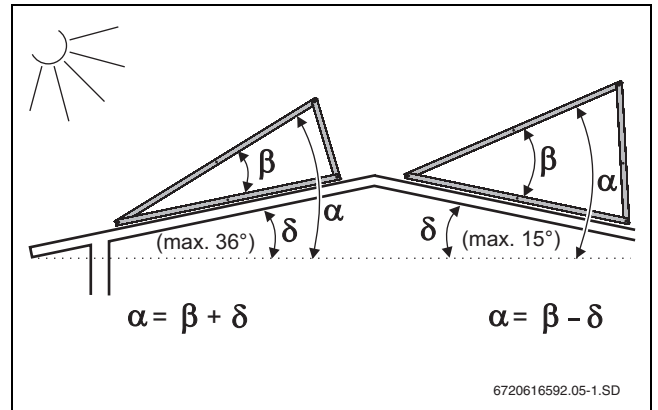

Рис. 8 Угол установки на наклонных крышах
- ▶ Устанавливайте комплект только на крышах с наклоном 0 - 36 ° (или 0 - 15 °, рис. 8).